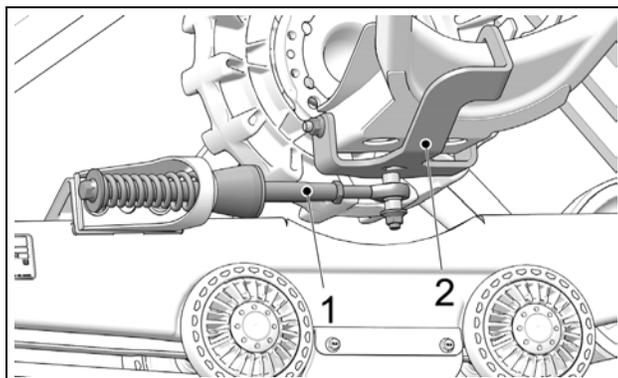

Figure 14
- Le bras stabilisateur (1) doit être fixé à l'ancrage arrière (2) installé au véhicule. Figure 14.
*NOTE:* L'ancrage arrière (2) installé sur le véhicule peut différer de celui montré dans l'illustration.